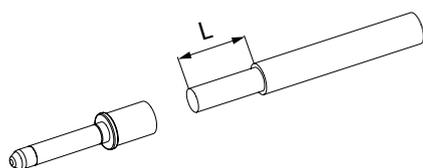
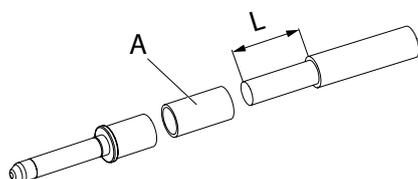

Abb. 29:
Abb. 30:
1. Kabel für die Haupt- und PE-Kontakte - je nach Kabelquerschnitt - auf Länge L abisolieren, wie in nachstehender Tabelle angegeben (**Abb. 29**). Falls eine Reduzierung des Anschlussquerschnitts erforderlich ist, Reduzierhülse (A) verwenden (**Abb. 30**).